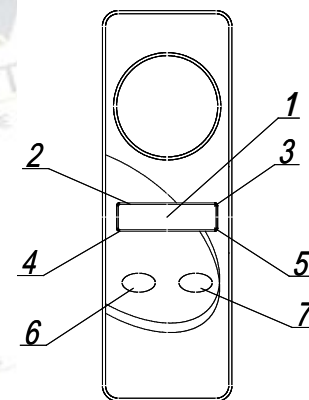

Рисунок 2 – Блок управления
2.3.1 Включите сетевой выключатель (см. рисунок 1), при этом включится подсветка дисплея и индицируется основное меню (см. рисунок 2).
Долейте воды в резервуар согласно п. 2.2.8. Стерилизатор готов к работе. Для запуска программы из основного меню (см. рисунок 2) нажмите кнопку ввода 7. При этом запускается последняя выбранная программа стерилизации (в данном случае – установленная заводом-изготовителем программа 1). При отработке программы на дисплее последовательно индицируются этапы программы стерилизации "Подготовка пара", "Продувка", "Вакууммирование", "Нагрев", "Стерилизация", "Выпуск пара", "Выравнивание". Программу стерилизации можно прервать на любом этапе нажатием кнопки "Сброс" блока управления, при этом на дисплее индицируется сообщение "Нажата кнопка STOP" и кнопки ввода блокируются. Возврат в исходное состояние осуществляется поворотом кнопки "Сброс" по часовой стрелке.